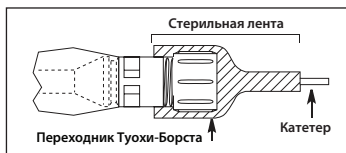

Рисунок 8
- Чтобы обеспечить неподвижность вводимого катетера, его конец с переходником Туохи-Борста должен быть закреплен стерильной лентой (см. рис. 8).